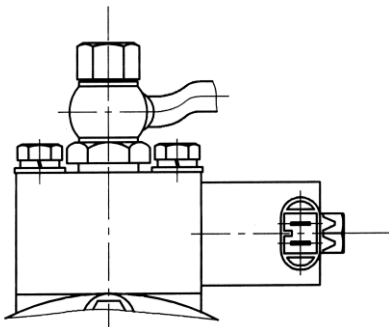

Рис. 46. Клапан электромагнитный КЭМ 32-10
- Электромагнитный клапан КЭМ 32-10 (рис. 46), установленный на корпусе привода вентилятора.